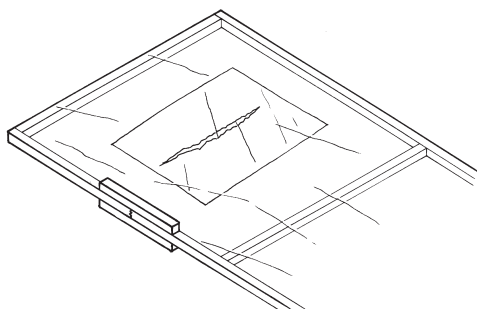

Abb. 30
7.8.3 Wenn der Klebstoff an den Flügelstützen trocken ist, wird der Flügel umgedreht und auf eine Unterlage gelegt. (Abb.30)
7.8.5 Die vier Flügelstreben werden an der Nasen- bzw. Endleiste und der Flügelstütze angeklebt. Sie sollen den Flügel abstützen und so das Modell stabilisieren. (Abb.30)
- 10.1 Wenn eine Leiste bricht, kann sie mit UHU-hart geklebt werden. Ist die Leiste ganz durchgebrochen, sollte die Leiste von einer oder von zwei Seiten mit einer Leiste verstärkt werden. (Abb. 30)
Auf keinen Fall darf das Bespannpapier mit UHU-hart geflickt werden, weil UHU-hart das Papier zusammenzieht und sich so das Modell verziehen kann. (Abb. 30)